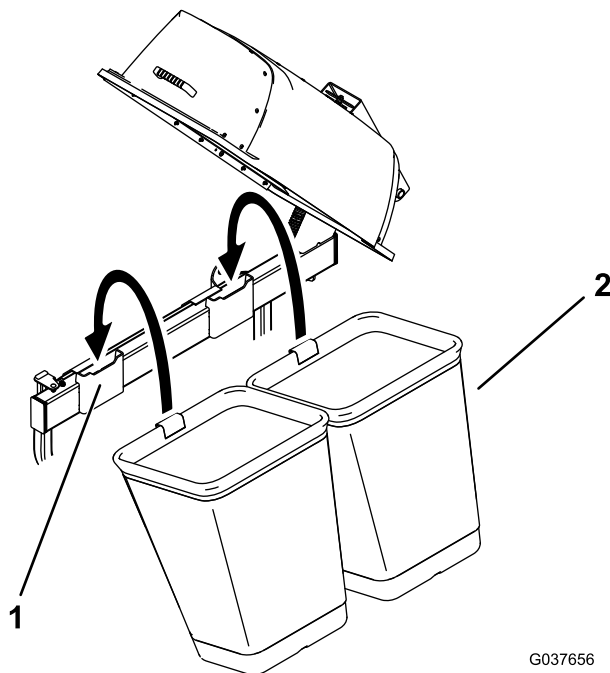

Figura 20
- Instale os sacos nos suportes dos sacos (Figura 20).